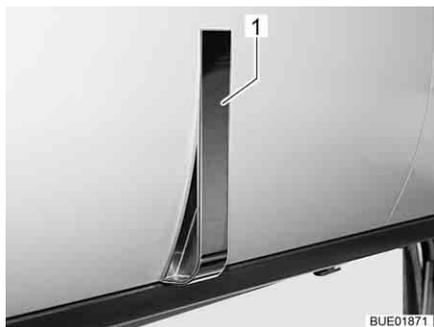

Fig. 38 Sportello del mobile con maniglia (esempio)
- Tirare la maniglia (Fig. 38,1) finché lo sportello del mobile non si apre.